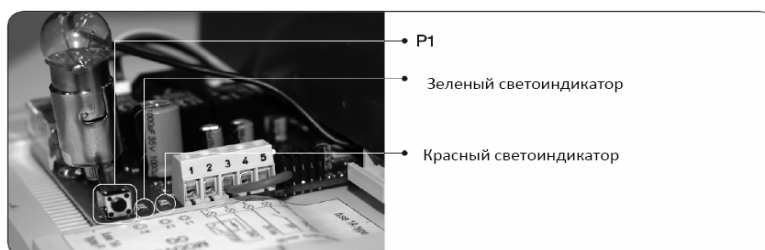

Рисунок 12.
- Сразу же после запуска, красный световой индикатор (СИ) будет очень быстро моргать в течение нескольких секунд, после чего красный и зеленый СИ будут загораться попеременно с регулярным интервалом каждую секунду (рисунок 12).